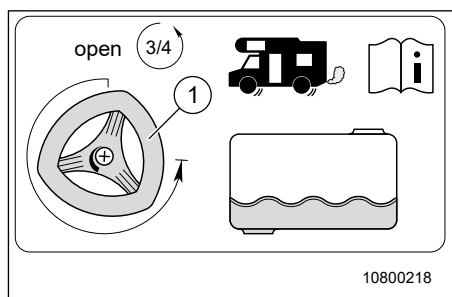

Fig. 60 Viktminskning
- Vrid avtappningskranen (Fig. 60, pos. 1) 3/4 varv moturs. Överflödigt vatten rinner ut i avloppet.